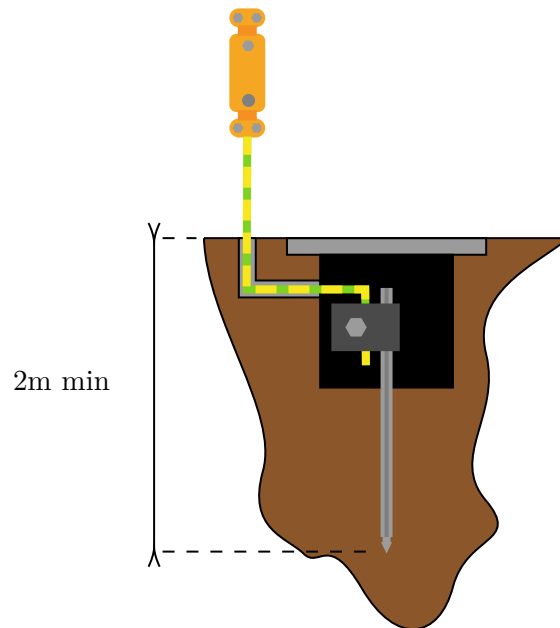

FIG. 1.12 – Piquet de terre
**Piquet de terre** Si aucune des deux solutions précédentes n'est envisageable, on peut réaliser la prise de terre au moyen d'un piquet enfoncé dans le sol en respectant les règles de pose explicité dans le schéma figure 1.12.